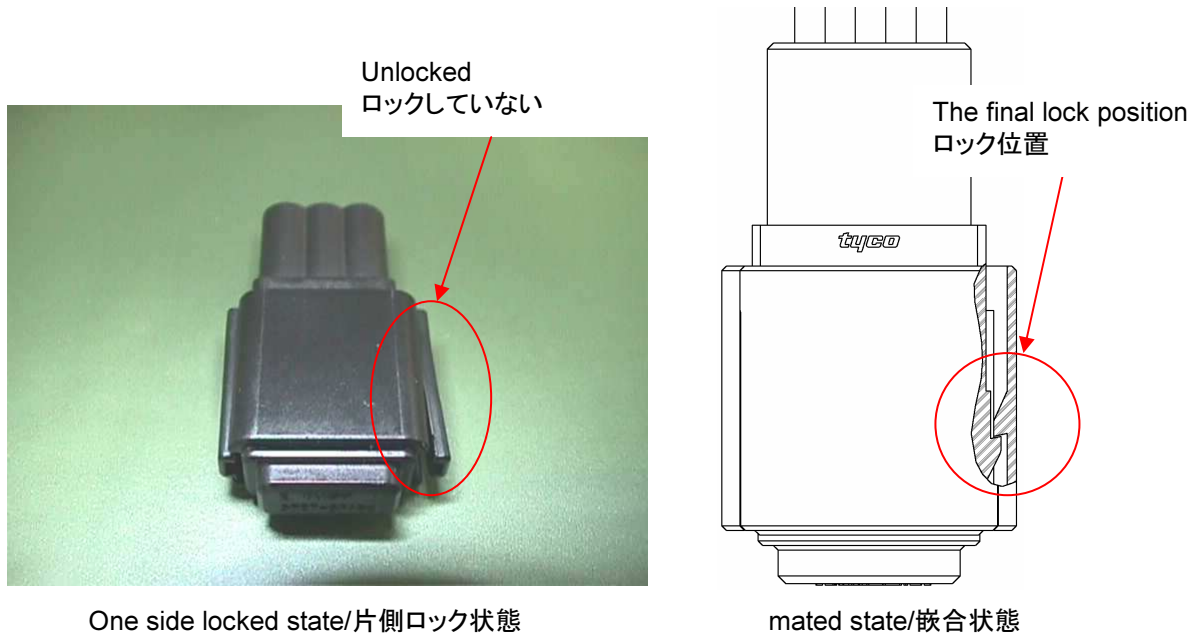

Fig.11
2. Confirm the thing that both lock parts mated. When only one side is locked, push the connector again and lock surely. See Fig.11
ている場合は再度メスコネクタを押し込み確実にロックして下さい。Fig11 参照